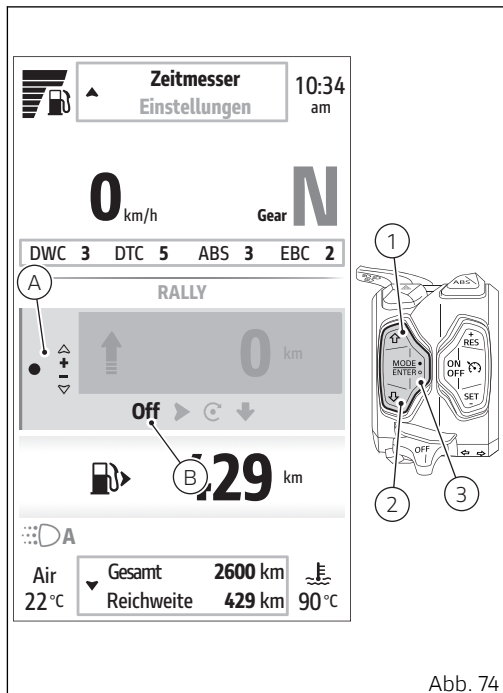

Abb. 74
- Ist der „Trip Master“ deaktiviert, wird die Angabe „Off“ (B, Abb. 74) angezeigt. Zum Aktivieren die Taste ENTER (3) lange drücken.
- Wurde der „Trip Master“ bereits vorher aktiviert, wird die Angabe „On“ (C) angezeigt. Zum Deaktivieren die Taste ENTER (3) lange drücken.